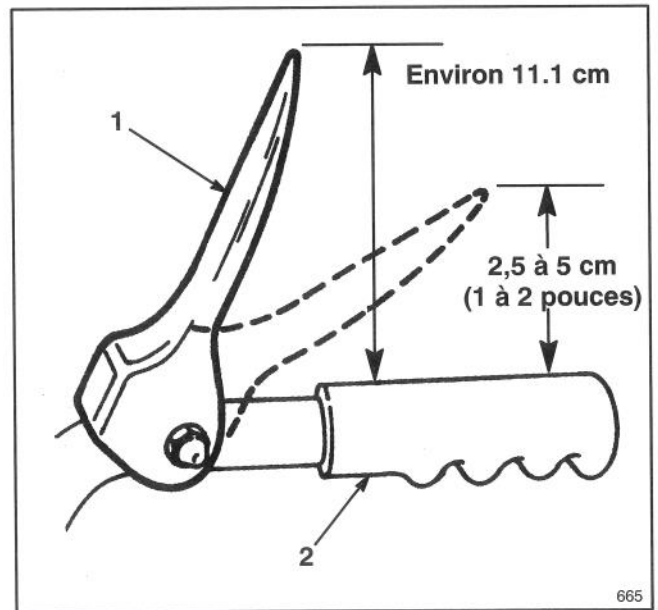

Figure 7
6. Tirez lentement la machine en arrière tout en amenant, également lentement, le levier de commande de traction contre la poignée. Le réglage est correct lorsque les roues cessent de tourner et que la distance entre le haut de la poignée et le bas de la tige de commande est de 2,5 à 5 cm (1 à 2 pouces) (Fig. 7). Au besoin, réglez à nouveau les écrous à collerette pour obtenir ces dimensions, et serrez-les fermement.